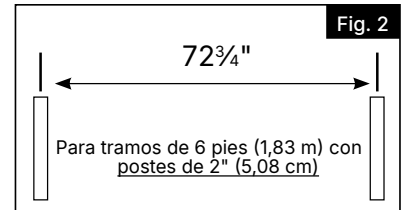

Fig. 2
- En las secciones de 6 pies (1,83 m) con postes de 2" (5,08 cm): mida $72\frac{3}{4}$ " (184,79 cm) desde el centro de un punto extremo y marque el lugar con una estaca (Fig. 2).